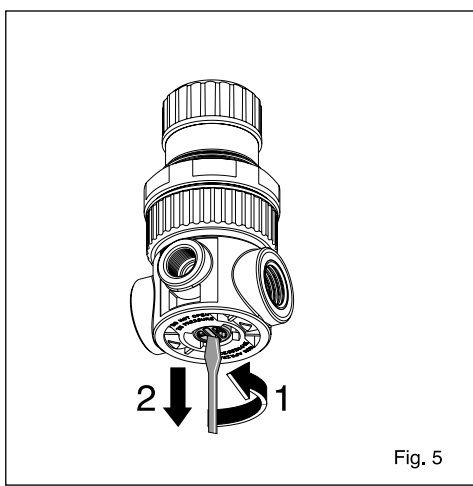

Fig. 5
2) Desensroque 90°, en sentido antihorario, el tapón situado en el fondo del microrregulador (Fig.5);
2) 将调节器底部的塞子逆时针方向旋转90度 (图5)。
2) Отвинтите на 90°, против часовой стрелки, пробку, расположенную в нижней части микрорегулятора (рис.5);